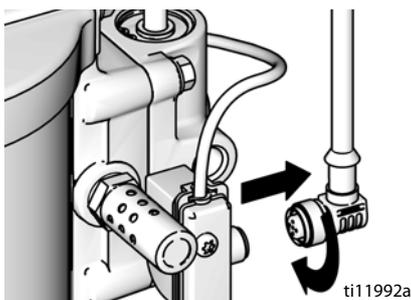

Рис. 18. Отсоединение модуля DataTrak
1. Отверните кабель от задней поверхности блока герконовых переключателей. См. Рис. 18.